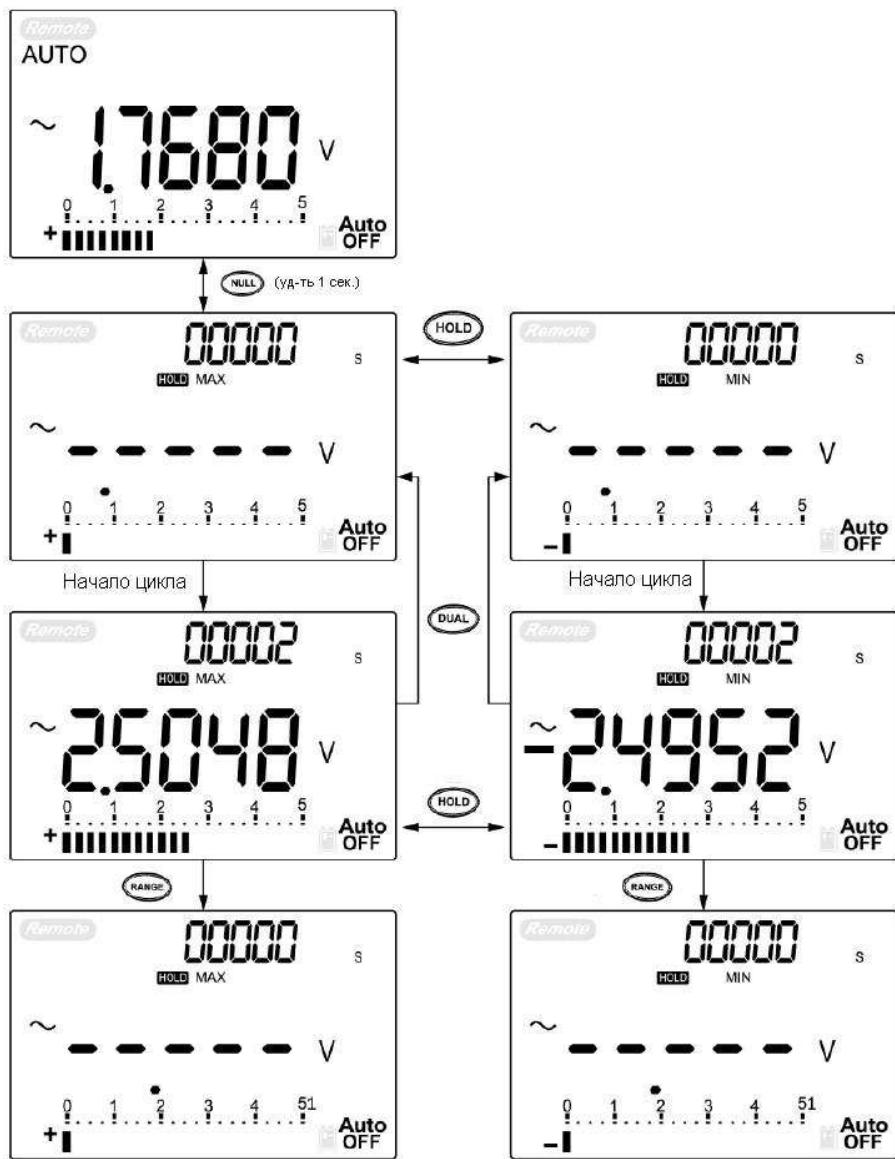

Рис. 22 Фиксация пикового значения на интервале 1 мс
- 4 Для примера, показанного на **рис. 22**, пик-фактор будет $2.5048/1.768 = 1.416$.